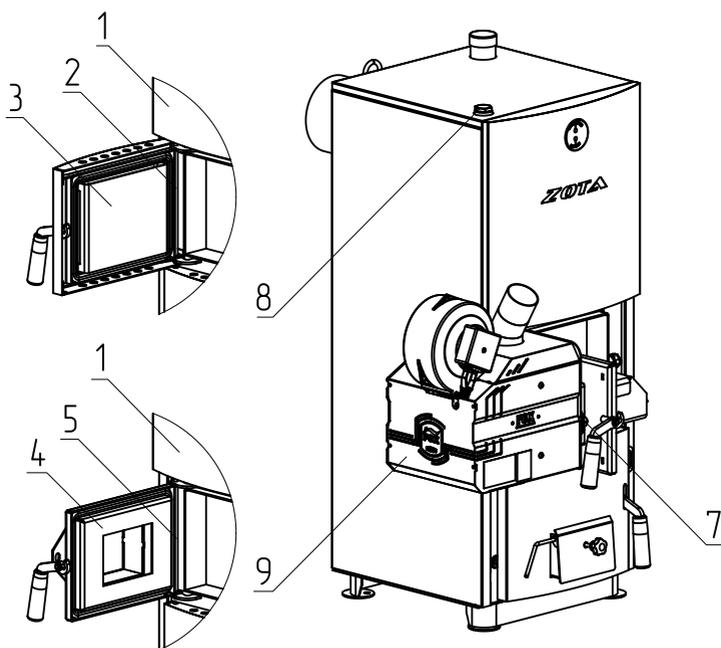

Рис. 8 Порядок установки двери на твердотопливные котлы ZOTA Mix 20 и ZOTA Mix 31,5
- Снимите панель (Рис.8, поз.1), извлеките ось (Рис.8, поз.2) и снимите дверцу загрузочную (Рис.8, поз.3).
- Далее установите адаптер горелки (Рис.8, поз.4) и зафиксируйте его осью (Рис.8, поз.5). Затем установите на место панель (Рис.8, поз.1).
- Установите горелку (Рис.8, поз.6) на котел и зафиксируйте ее гайками (Рис.8, поз.7).
- Для установки гильзы под датчики температуры и перегрева снимите пробку или тягорегулятор (если установлен) и установите гильзу (Рис. 8, поз. 8) в освободившееся отверстие.